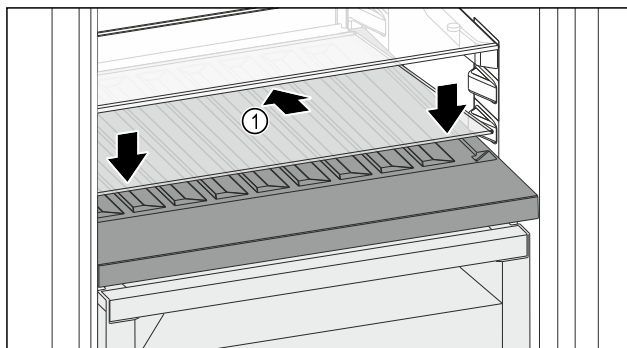

Fig. 158
- Postavite staklenu ploču Fig. 158 (1) ukoso, nagnutu straga prema dolje.
- Staklenu ploču Fig. 158 (1) podignite sprijeda.